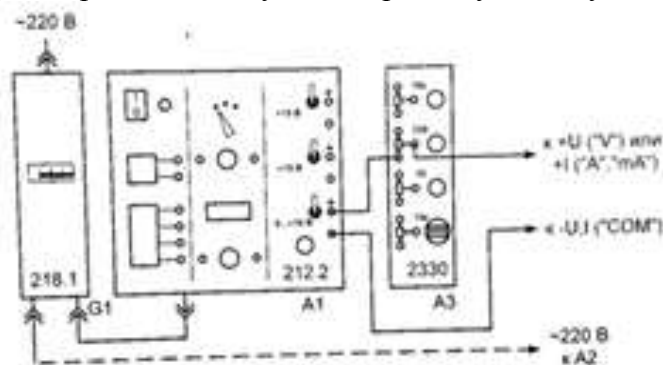

Рис. 4. Схема электрическая соединений источников питания для измерения постоянного напряжения или тока
– подключите мультиметр МУ60 блока А2 к цепи рис. 4, 5. Провод от гнезда «СОМ» (-U) мультиметра – к гнезду «-» (синее) источника 0...15 В блока генераторов напряжения
– подключите мультиметр 7050 блока А2 к цепи рис. 4, 5. Провод от гнезда «СОМ» (-U) мультиметра – к гнезду «-» (синее) источника 0...15 В блока генераторов напряжения А1. Провод от гнезда «VΩmA» (+U) мультиметра – к движку переменного резистора 330 Ом блока А3.
– подключите мультиметр 7050 блока А2 к цепи рис. 4,5. Провод от гнезда «COM» (-) мультиметра – к гнезду «-» (синее) источника 0...15 В блока генераторов напряжения А1. Провод от гнезда «VΩmA» (+) мультиметра – к движку переменного резистора 330 Ом блока А3.